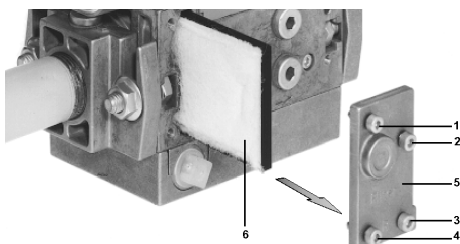

Fig. 40
- 2 Svitare le viti 1 ÷ 4 con una chiave esagonale n. 3 e togliere il coperchio del filtro 5 in Fig. 40.